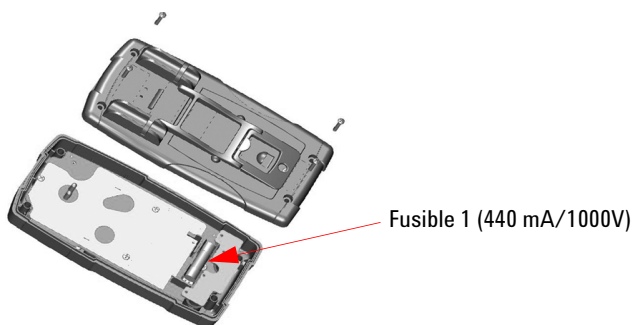

Figure 4-2 Remplacement du fusible 1
- 3 Retirez doucement le fusible défectueux 1 en dégageant d'abord une de ses extrémités et en l'extrayant du porte-fusible, voir Figure 4-2.